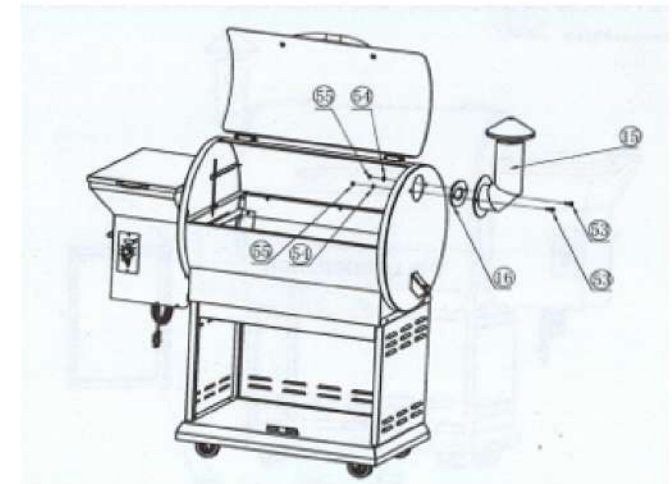

Рисунок 8
Совместите отверстия в дымоходе (15) с отверстиями в прокладке дымохода (16), которая должна располагаться между правой стороной гриля и дымоходом (16). Просуньте $\frac{1}{4}$ -20*1/2 (M6x20) винты с шестигранной головкой (53) сквозь отверстия дымохода (15) и отверстия прокладки (16). Вставьте болты в отверстия на правой стороне гриля, наденьте на них шайбы 18x6,5x2 (54) и зафиксируйте болты гайками $\frac{1}{4}$ -20 (M6) (55) согласно рис. 8.